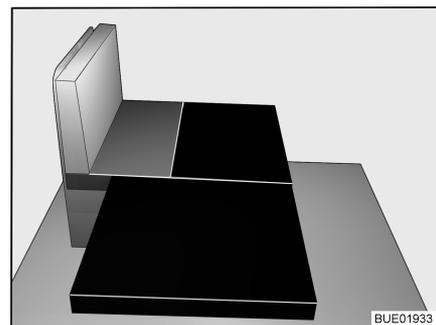

Bild 38 Nach dem Umbau
- Großes Zusatzpolster auf Polsterauflage legen (siehe Bild 38).